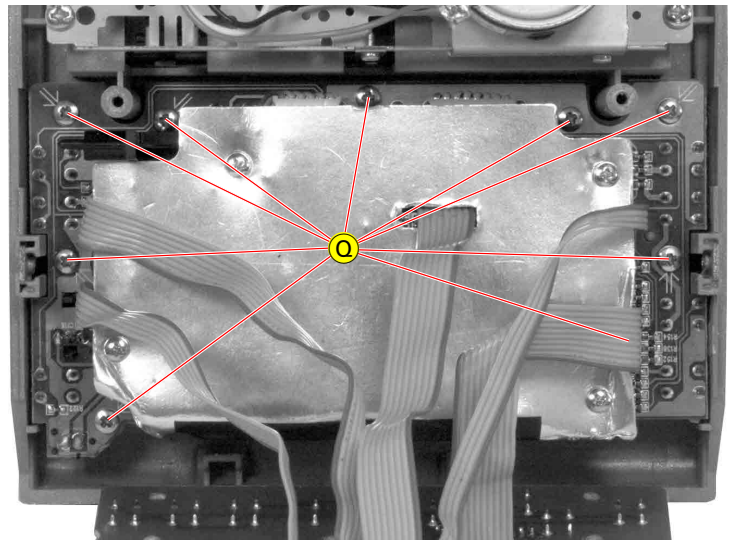

Fig. 14
- 9 Schrauben (Q) (Fig. 14) herausdrehen.
- Undo 9 screws (Q) (Fig. 14).